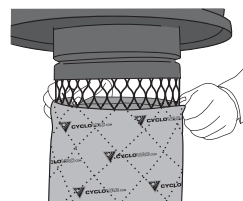

figure 15
3. S'assurer que les deux filtres sont complètement secs avant de les remettre en place. De plus, veiller à ce que qu'ils soient bien installés dans la gorge de retenue du support à filtre (**figure 15**), pour assurer une protection adéquate du moteur. Installer le Cyclofiltre (tissu épais) en premier lieu et le recouvrir du filtre antiblocage (tissu mince).